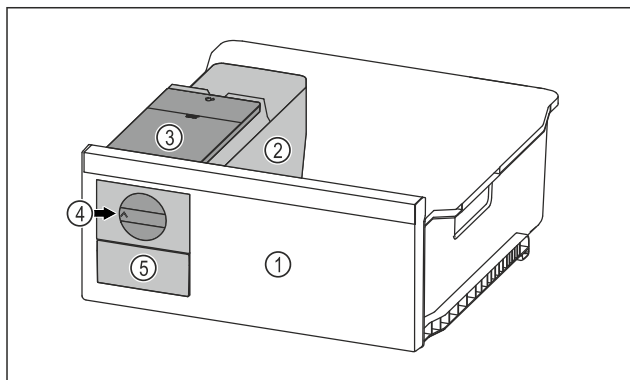

Fig. 97 Przykładowa prezentacja
- Pokrętko Fig. 97 (4) obrócić zgodnie z ruchem wskazówek zegara.
- Kostki lodu wypadają do pojemnika na kostki lodu w szufladzie na kostki lodu Fig. 97 (5). Jeżeli nie wszystkie kostki lodu zostaną zwolnione z pojemnika na kostki lodu: